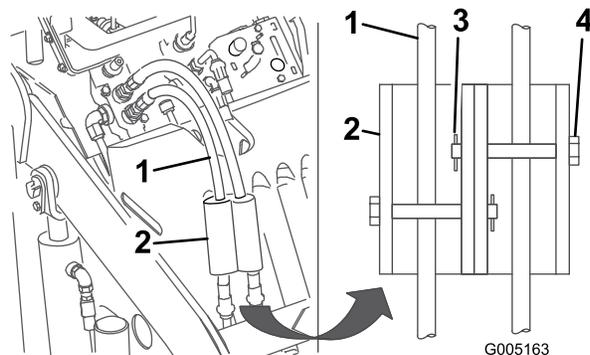

図 21
7. シリンダロックを油圧ホースに取り付けて、クレビス・ピンとコッターピンで固定する（図 21）。